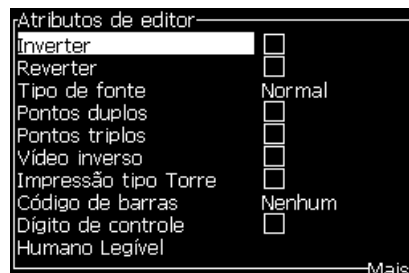

Figura 5-54: Menu Atributos do editor
- 1 Selecione *Atributos em linha* no menu *Editor* (pressione *ALT + E*). O menu *Atributos do Editor* aparece (veja Figura 5-54 na página 5-59).